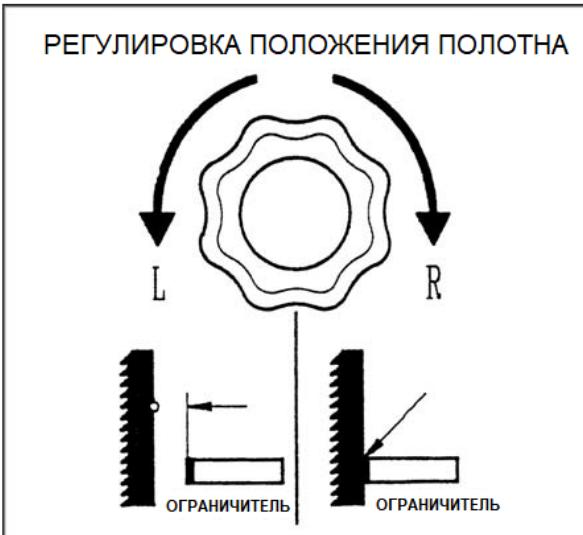

Рис. 7.
6. Если полотно располагается на шкиве ненадлежащим образом, поворачивайте ручку регулировки хода (Рис. 6) по часовой стрелке, чтобы сдвинуть полотно к передней части шкива (если стоять спереди станка) или против часовой стрелки, чтобы сдвинуть полотно к задней части шкива. ПРИМЕЧАНИЕ: в результате этой регулировки полотно также сдвигается от или к ограничителям на направляющих, как показано на Рис. 7.